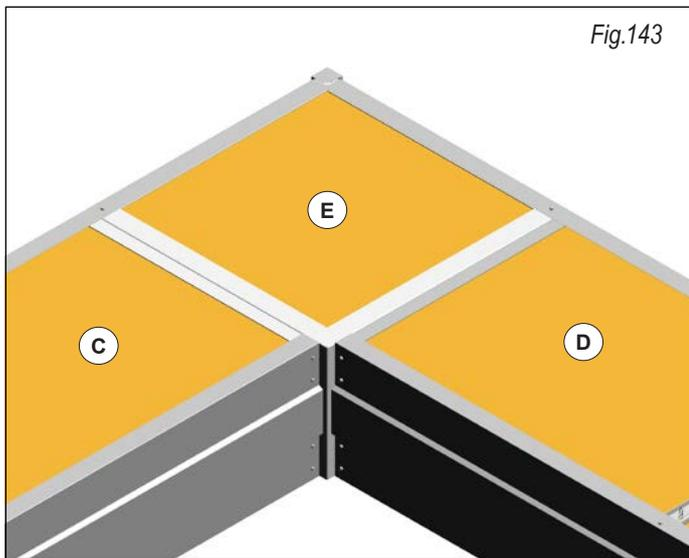
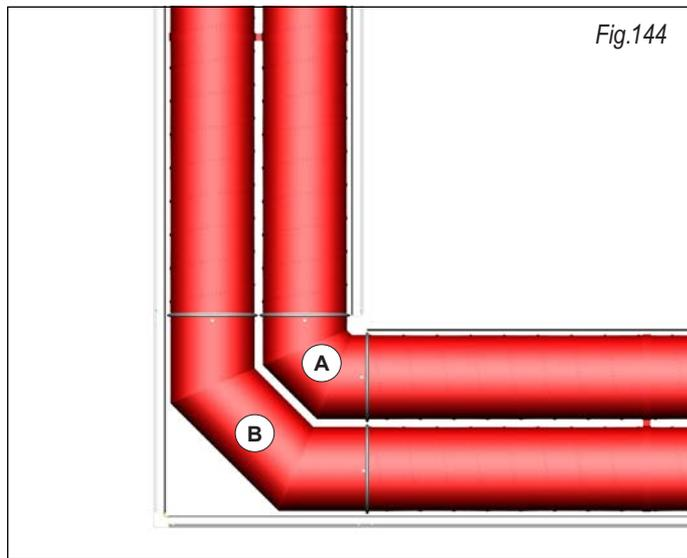

Fig.143
Fig.144
En la fig. 143 (vista axonométrica) se representa el módulo curva (E) al final de la instalación, en la fig. 144 se representa el módulo curva al final de la instalación visto desde abajo hacia arriba.